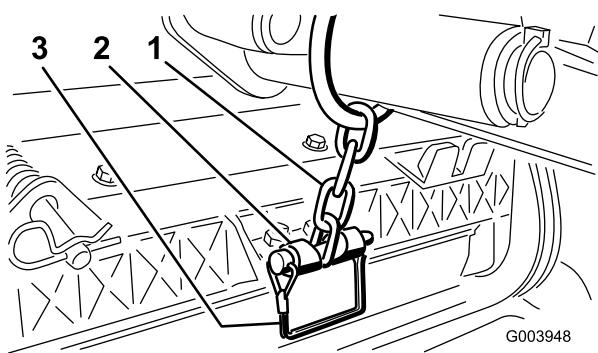

Figura 12
- 12. Sujete la cadena del brazo de elevación al soporte de la cadena con el pasador de seguridad (Figura 12).